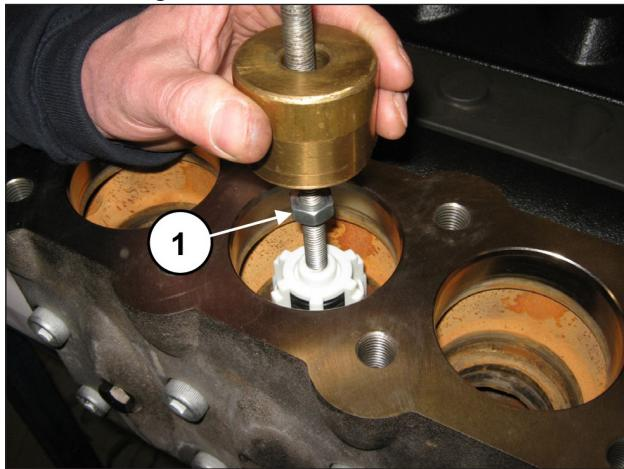

Fig. 100
Estrarre il gruppo valvola mandata mediante l'utilizzo di un estrattore a massa battente (cod. 27516400) da applicare al foro M10 del guida valvola (pos. ①, Fig. 100) o, in aggiunta, eventuale adattatore M10-M16 (cod. 25089700) da applicare al filetto M16 del guida valvola.